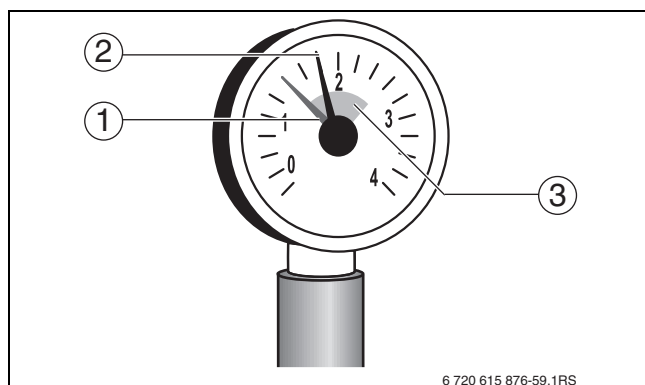

Рис. 5 Манометр для закрытых установок
- ▶ Осторожно откройте водопроводный кран и медленно заполните отопительную систему. При этом наблюдайте за показаниями манометра (\rightarrow рис. 5, стр. 9).